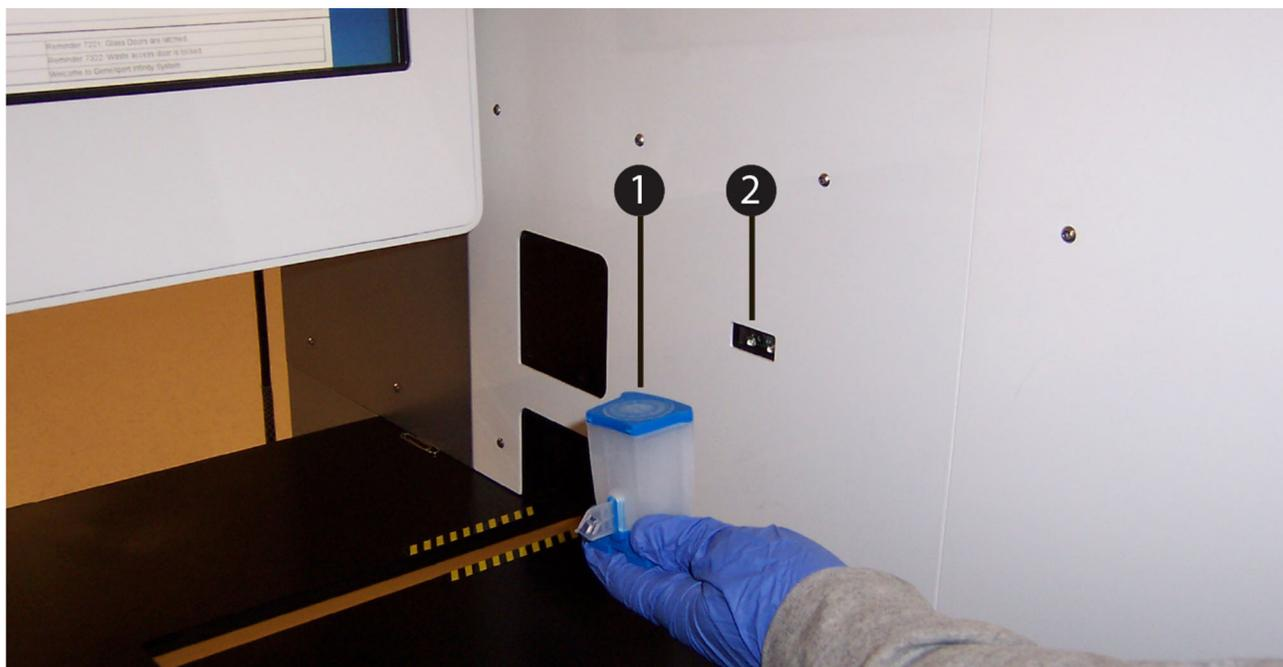
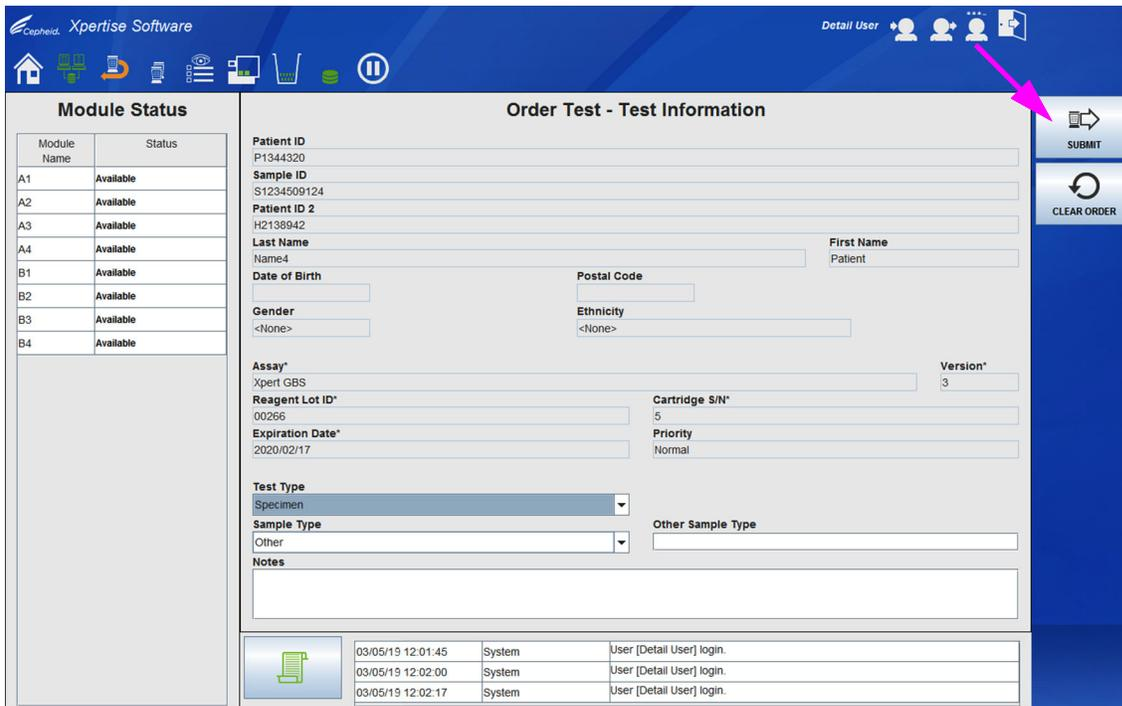

图 5-166. 使用自助服务终端条形码扫描器扫描检测盒条形码
图 5-167. 指令测试 - 测试信息 (Order Test - Test Information) 工作区
4. 如图 5-166所示，使用自助服务终端条形码扫描器 (2) 扫描检测盒条形码 (1)。显示指令测试 (Order Test) 工作区。请参见图 5-167。